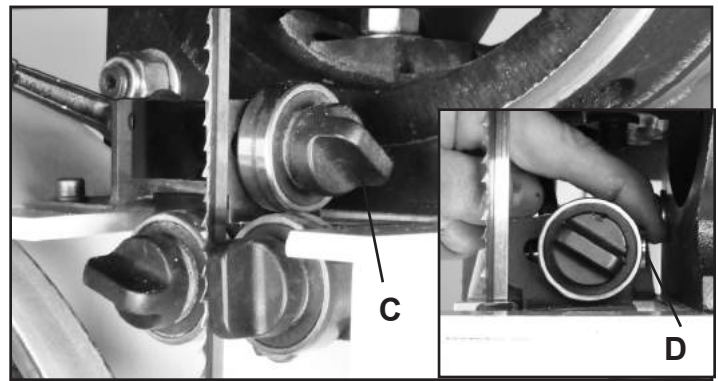

FIGURE 27 REMARQUE : Garde-lame enlevée pour la photo
4. Ajustez le roulement à bille de guidage à l'arrière pour qu'il soit tout juste dégagé de l'arrière de la lame de scie. Relâchez la poignée de verrouillage du guide (Fig. 27, C) et déplacez le guide arrière vers la lame en poussant l'extrémité de l'axe du guide arrière (#45A, D), ou en utilisant la poignée de verrouillage pour tirer le guide vers la lame. Resserrez ensuite la poignée.